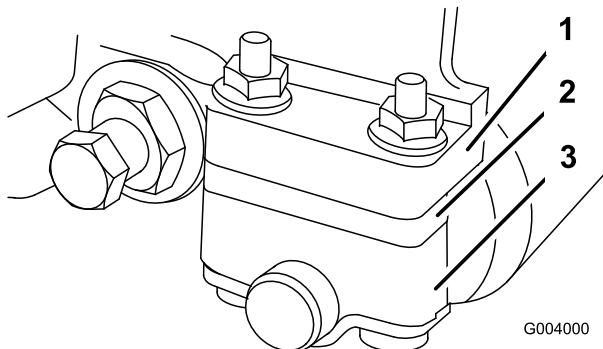

Figura 52
1. Ajuste os suportes do rolo traseiro para a posição baixa ou elevada, dependendo dos limites de altura de corte desejados (Figura 51e Figura 52).
- Posicione o distanciador abaixo do flange de montagem da placa lateral se as definições da altura de corte variarem entre 3,2 e 25 mm (Figura 52).